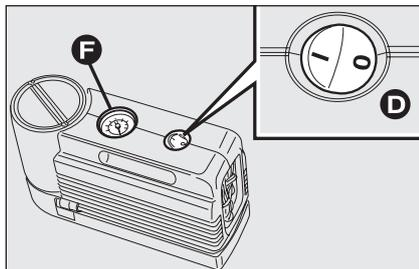
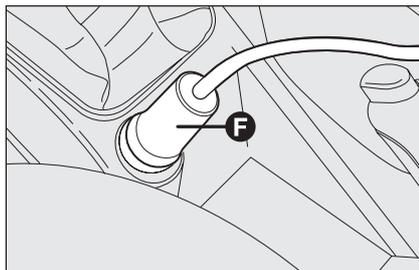

fig. 10
fig. 11
- s'assurer que l'interrupteur **D-fig. 10** du compresseur est sur la position **0** (éteint), démarrer le moteur, introduire la prise **E-fig. 11** dans la prise de courant la plus proche et mettre en route le compresseur en amenant l'interrupteur **D-fig. 10** sur la position **I** (allumé). Gonfler le pneu à la pression prescrite au paragraphe "Pression de gonflage" du chapitre "Caractéristiques Techniques".
- Pour obtenir une lecture plus précise, il est conseillé de vérifier la valeur de la pression sur le manomètre **F-fig. 10** avec le compresseur éteint;